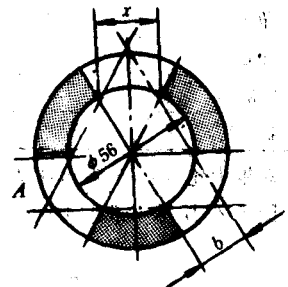

图 1-18 铣削嵌离合器
17. 如图 1-18 所示铣削牙嵌式离合器,试求检验量规尺寸 x ,铣削通道 A ,铣刀宽 b 。